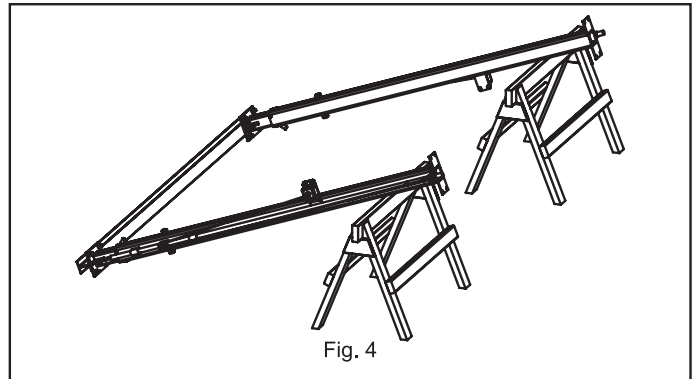

Fig. 4
Étape 4 : Assemblez le tube transversal de la base aux ensembles supports verticaux. Méthode pour rendre l'assemblage simple et sûr, utilisez une paire de chevalets pour soutenir les extrémités des supports verticaux comme indiqué sur la fig. 4.